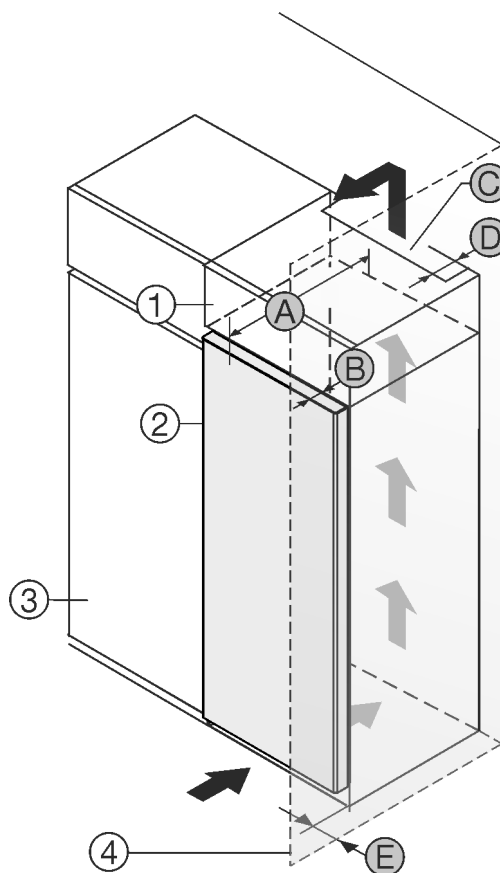

Fig. 1
- (1) Dulap suspendat *
- (2) Aparat *
- (3) Dulap de bucătărie *
- (4) Perete *
- (A) Adâncime aparat *
- (B) Adâncime ușă *
- (C) Secțiune ventilație *
- (D) Distanță la partea posterioară a aparatului *
- (E) Distanță la partea aparatului *
Puteți amplasa aparatul direct lângă dulapul de bucătărie Fig. 1 (3).*
În partea din spate a dulapului suspendat trebuie să existe o fantă de aerisire cu grosimea Fig. 1 (D) pe toată lățimea dulapului suspendat.*
Sub tavanul încăperii trebuie să fie respectată secțiunea de ventilație Fig. 1 (C).*
Atunci când montați aparatul cu balamalele lângă un perete Fig. 1 (4), distanța dintre aparat și perete trebuie să fie de minim 13 mm.*
Astfel încât să puteți deschide complet ușa, aparatul trebuie să fie proeminent cu cel puțin adâncimea ușii Fig. 1 (B) față de suprafața frontală a dulapului de bucătărie. În funcție de adâncimea dulapurilor de bucătărie Fig. 1 (3) și utilizarea distanțierelor de perete, aparatul poate ieși mai mult în afară.*